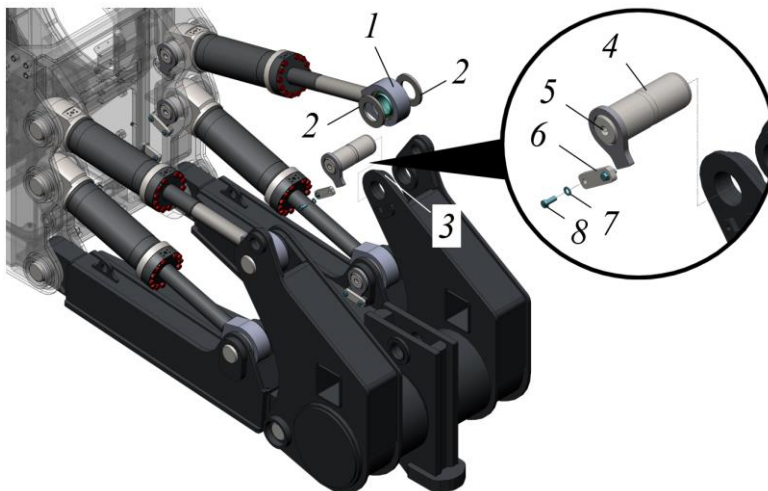

Рисунок 3.142. Соединение балки с верхнем гидроцилиндром
- Совместить проушины балки 3 с проушиной штока гидроцилиндра 1, установить палец 4, см. рис. 3.142. Зафиксировать палец 4 при помощи пластика 6, шайб 7 и болтов 8. Шайбы дистанционные 2 ставятся между проушинами 1 и 3. Болты М16 поз. 8 затянуть моментом не более 195 Н*м.